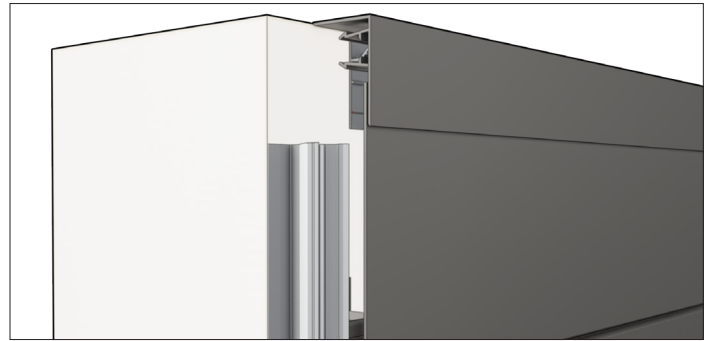

Figure 21.3
27. Le dernier panneau en haut de la paroi sera maintenu en place par l'élément "capuchon". Des pinces ne sont pas nécessaires. (Figure 21.3)